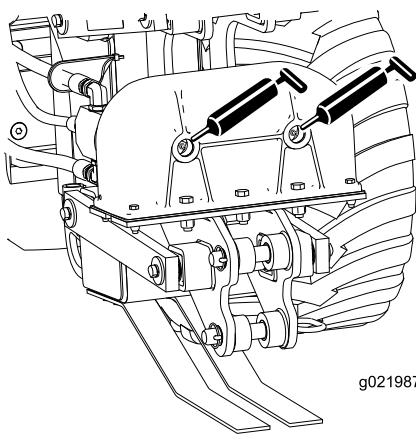
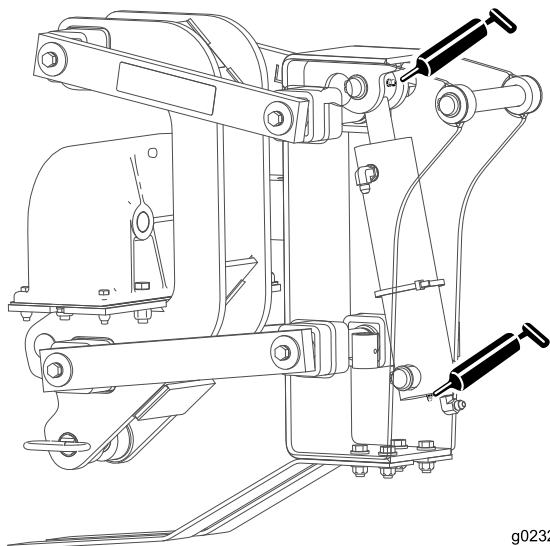

Рисунок 24
Рисунок 25
2. Присоедините к каждой масленке шприц для нагнетания консистентной смазки (Рисунок 24Рисунок 25 и Рисунок 26).